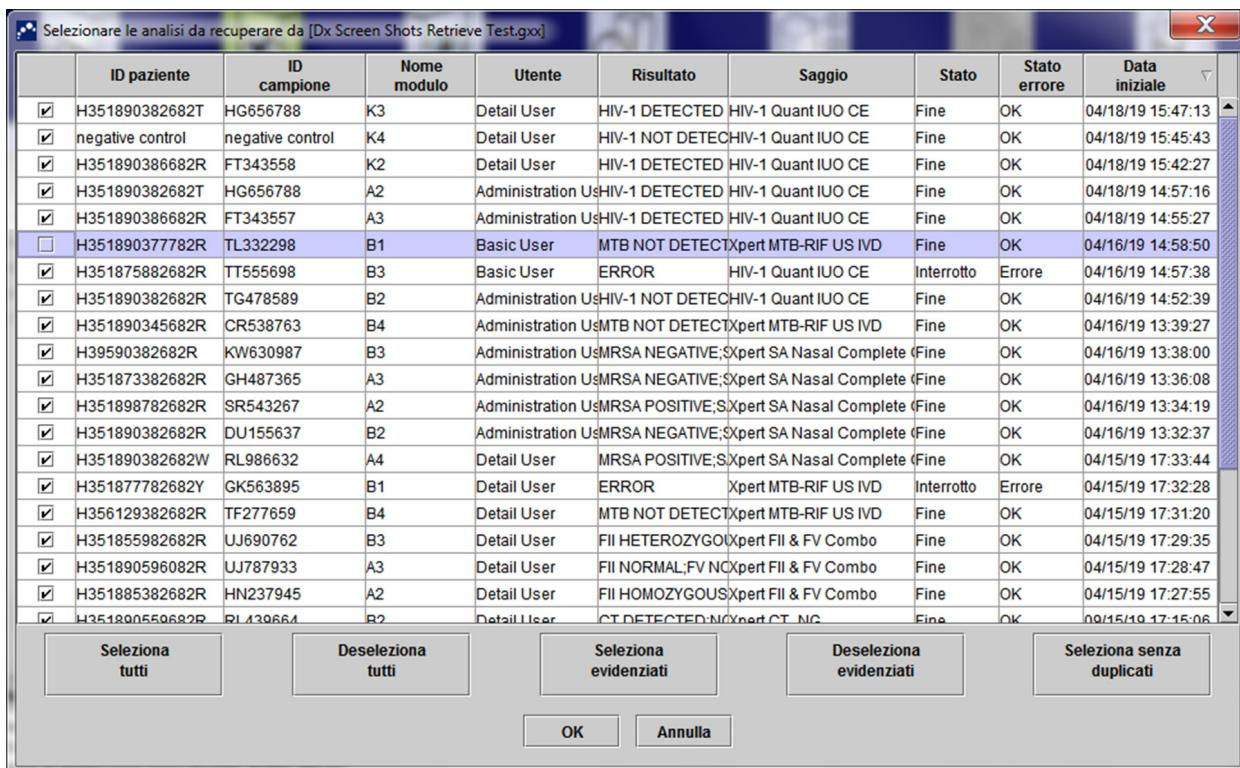
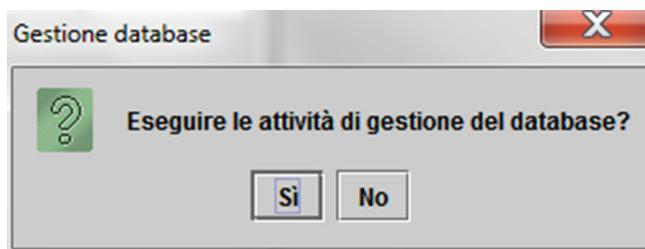

Figura 5-71. Finestra di dialogo Selezionare le analisi da recuperare
Figura 5-72. Finestra di dialogo Gestione database
L'amministratore del sistema GeneXpert Dx specifica se l'utente ha l'autorizzazione per le attività di gestione dei dati. Vedere la sezione 2.13, Definizione degli utenti e delle autorizzazioni. Per modificare le autorizzazioni in modo da soddisfare le proprie esigenze, consultare l'amministratore del sistema GeneXpert Dx. Se i **Promemoria per la gestione del database** sono abilitati, all'avvio del sistema all'utente viene chiesto se desidera eseguire la gestione dei dati. La richiesta viene visualizzata solo se l'utente ha i privilegi per eseguire tali attività. Se l'utente non ha tali privilegi o se i **Promemoria per la gestione del database** sono disabilitati, tale richiesta non viene visualizzata. Vedere la Figura 5-71.
8. **Se non si desidera eseguire le attività di gestione del database**, fare clic su **No** nella finestra di dialogo Database Management (Gestione database) (vedere la Figura 5-71) e passare alla Sezione 5.2.3.2, Promemoria di archiviazione scaduta.
Se si desidera eseguire le attività di gestione del database, fare clic su **Sì** nella finestra di dialogo Gestione database (vedere la Figura 5-71). Verrà visualizzata la finestra di dialogo Gestione database. Vedere la Figura 5-72.
1. Selezionare **Backup database** nella finestra Gestione database (vedere la Figura 5-72).